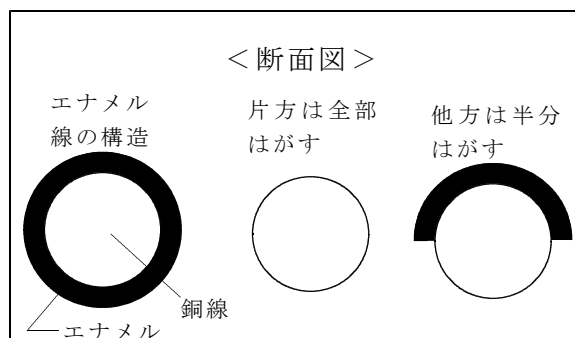

図 2
- (3) 両端の棒線部（腕）のエナメルを紙ヤスリではぎ取る。片方は、エナメルを全面はぎ取り、もう一方は、コイルを鉛直に立てた状態で、円柱面の上半面のみ、あるいは、下半面のみをはぎ取る。（図 2 参照）